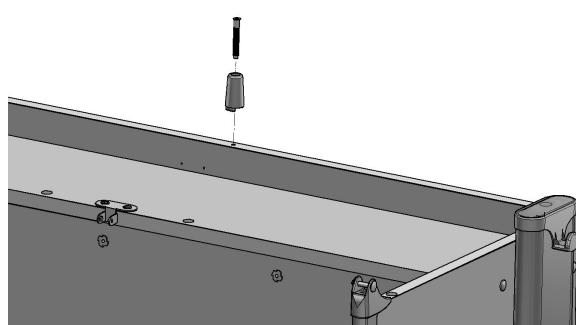

Рис. 10
4.5.1. К сборке по п. 4.4. прикрутить упор (поз. 4, пакет № 31) с помощью винта конфирмат (поз. 1, Пакет № 31), см. рис. 10.